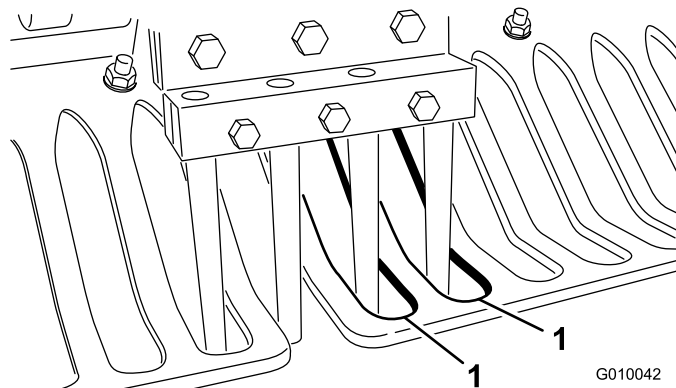

Figura 27
6. Accertatevi che le fustelle siano allineate con il centro degli spazi previsti nelle protezioni del tappeto erboso (Figura 27). Regolate le protezioni del tappeto erboso come opportuno, e serrate i dadi.